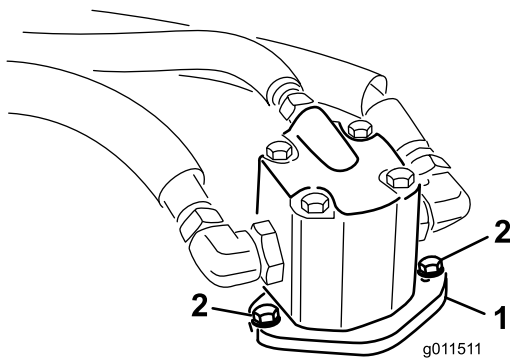

図 67
4. 油圧モータをCuttingユニットに固定しているボルトを外す 図 67。Cuttingユニットからモータを外し、Cuttingユニットの上に置く。